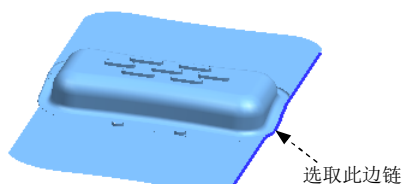
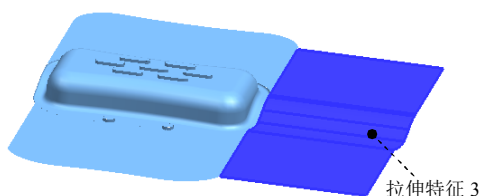

图 1.37 定义拉伸对象 3
图 1.38 创建拉伸特征 3
Step3. 创建拉伸特征 3。选择下拉菜单 **插入(S)** → **设计特征(F)** → **拉伸(E)...** 命令，系统弹出“拉伸”对话框；选取如图 1.37 所示的片体边链为拉伸对象 3；在 **指定矢量(1)** 下拉列表中选择 **XC** 选项；在 **限制** 区域的 **开始** 下拉列表中选择 **值** 选项，并在其下的 **距离** 文本框中输入数值 0，在 **结束** 下拉列表中选择 **值** 选项，并在其下的 **距离** 文本框中输入数值 100；其他参数采用系统默认设置值；单击 **确定** 按钮，完成如图 1.38 所示拉伸特征 3 的创建。